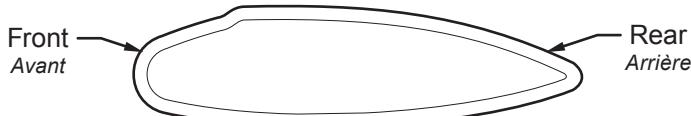
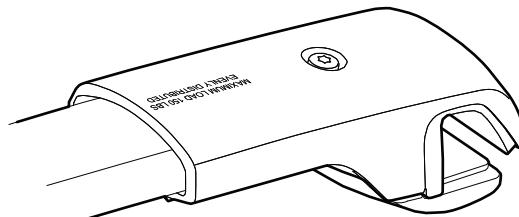

Figure 1 - Crossbar (section)
Figure 2 - Maximum Load 150 LBS
**NOTE:** On the bottom of each crossbar you will find a molded arrow indicating the direction of the mount. If they are not present, orient with the larger section of the crossbar towards the front of vehicle (see Figure 1). MAXIMUM LOAD requirements can be found molded on top of crossbars (see Figure 2).
**REMARQUE:** Dans le bas de chaque traverse, vous trouverez une flèche moulée indiquant la direction du montage. Si elles sont absentes, orientez la section la plus large de la traverse vers l'avant du véhicule (voir figure 1). La CHARGE MAXIMALE à respecter est moulée sur le dessus des traverses (voir figure 2).